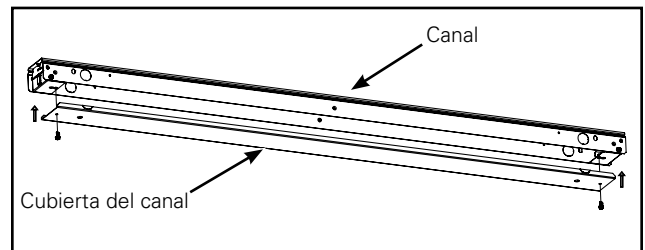

Figura 2.
2. Cablee la luminaria según el código e instale la cubierta del canal con los tornillos suministrados. (Figura 2.)